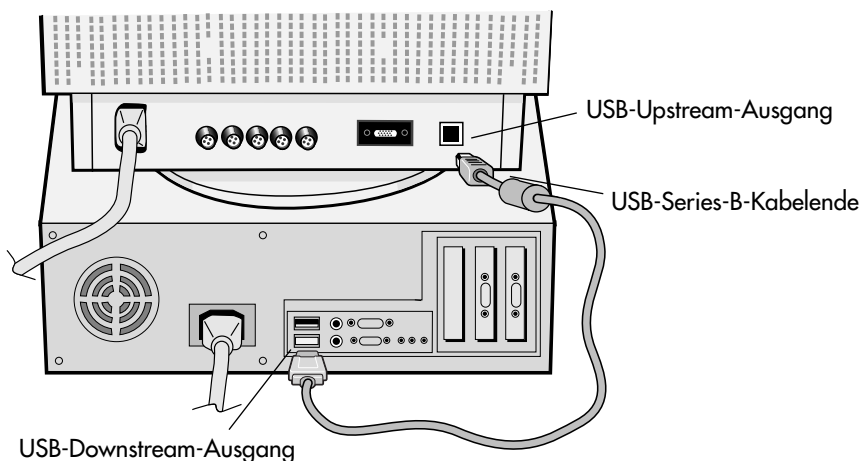

Abbildung 1
1. Verwenden Sie das mitgelieferte USB-Kabel, stecken Sie das USB-Series-B-Kabelende in den USB-Upstream-Ausgang des Monitors (**Abbildung 1**).
2. Stecken Sie das andere Ende des mitgelieferten Kabels in den USB-Downstream-Ausgang Ihres Computers (oder an ein am Computer befindliches USB-Hub (**Abbildung 1**)).